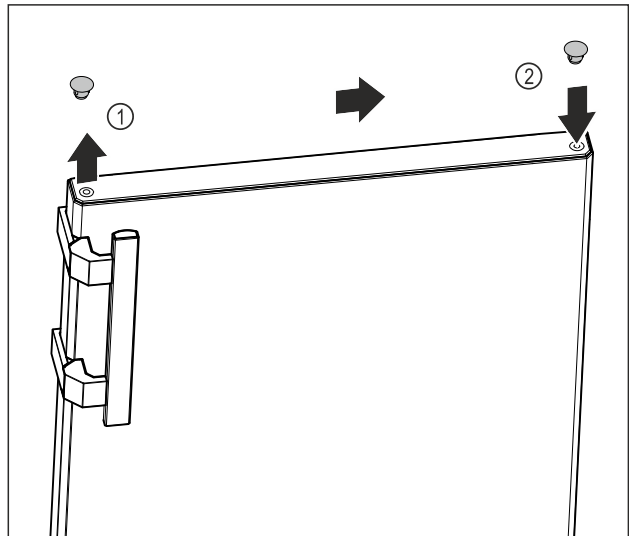

Fig. 15
- Abdeckstopfen der Türoberseite Fig. 15 (1) vorsichtig mit Schlitzschraubendreher anheben.
- Abdeckstopfen auf der Gegenseite einsetzen. Fig. 15 (2)